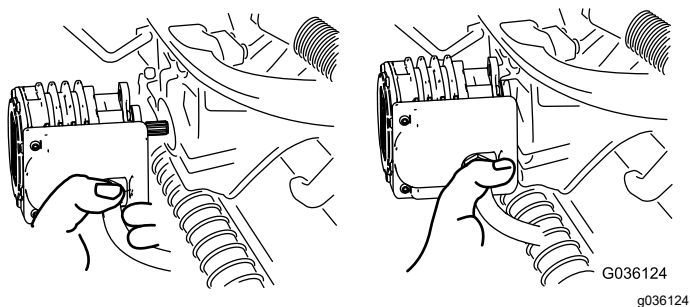

Figura 60
4. Mova o motor para o local de armazenamento na parte da frente do braço de suspensão (Figura 60).